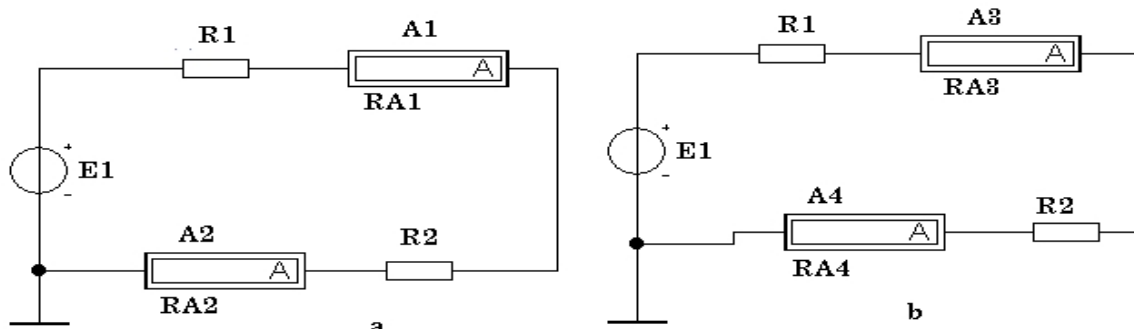

Рисунок 1
1. Провести моделирование электрической цепи для измерения тока, рис. 1.
3. Согласно принципу непрерывности электрического тока, ток в неразветвлённой цепи на всех участках одинаковый. В этом убеждаемся, включив два амперметра в электрическую цепь на рис. 1 а, б. Значения внутренних сопротивлений амперметров R_{A1} , R_{A2} , R_{A4} по умолчанию равны 1 мОм.
4. В схеме на рис. 1 б амперметры имеют различное значение внутренних сопротивлений, что сказывается на токе, протекающему в цепи. Обычно, достаточно одного амперметра для измерения тока в ветви. Считая амперметры A_1 , A_2 , A_4 – образцовыми, найти погрешность измерений и построить график погрешности измерений $\gamma = f(R_A)$ по формуле: